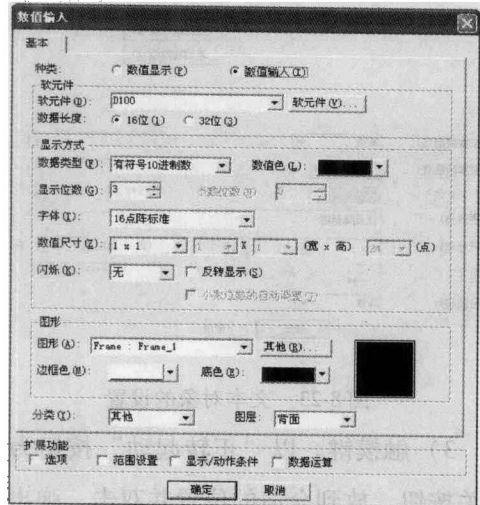

图 8-28 数据 I/O 对象的设置
4) 数据输入和数据显示。运行时间设置需要用数据输入对象来实现,单击“对象”工具栏  按钮,弹出如图 8-28 所示窗口。在基本属性中设定软元件为“D100”,在图形选项中选择